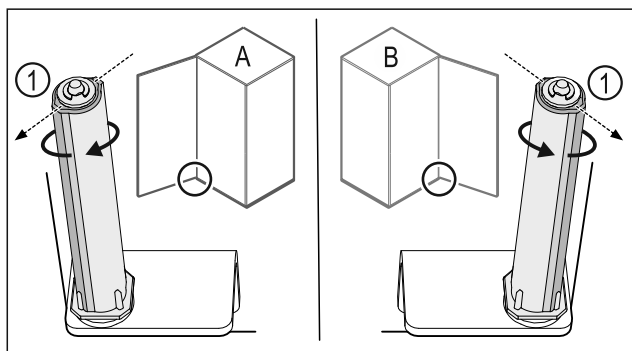

Fig. 33 Bal oldali ütköző (A) / Jobb oldali ütköző (B)
- Forgassa el a zárrendszert az ellenállással szemben, amíg a zárrendszer Fig. 33 (1) támasztója kifelé nem mutat.